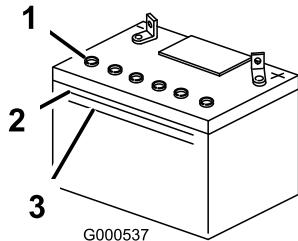

Figura 42
1. Mire hacia el lateral de la batería. El electrolito debe llegar a la **línea superior** (Figura 42). No permita que el electrolito esté por debajo de la **línea inferior** (Figura 42).
3. Retire los tapones de ventilación de la batería (Figura 42).
4. Vierta lentamente agua destilada en cada célula de la batería hasta que el nivel de electrolito llegue a la **línea superior** (Figura 42) de la caja de la batería.
5. Espere de cinco a diez minutos después de llenar las células de la batería. Añada agua destilada, si es necesario, hasta que el nivel de electrolito llegue a la **línea superior** (Figura 42) de la caja de la batería.